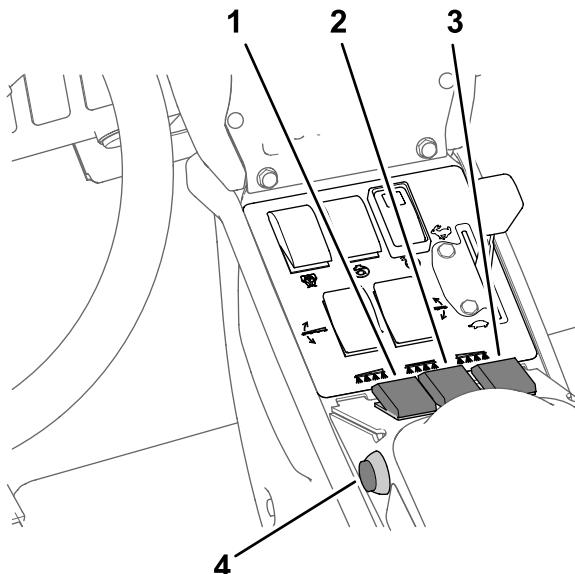

Figura 32
- Ponga el interruptor maestro en la posición de DESACTIVADO; consulte Figura 32, en Fumigación en el Modo de caudal de aplicación (página 35).
- Ponga los interruptores individuales de las secciones que desea utilizar en la posición de ACTIVADO; consulte Figura 32 en Fumigación en el Modo de caudal de aplicación (página 35).
- Conduzca a la velocidad deseada y luego ponga el interruptor maestro en la posición de ACTIVADO para empezar a fumigar; consulte Figura 32, en Fumigación en el Modo de caudal de aplicación (página 35).